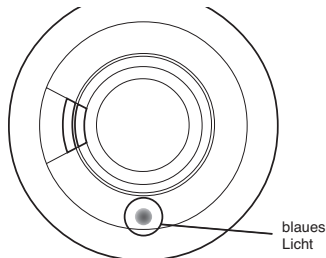

Abbildung 2b
7. Wenn der Hauscodierungs-Modus aktiv ist, blinkt die blaue LED (auf der Vorderseite des Warnmelders - siehe Abbildung 2b) alle 5 Sekunden einige Male auf, um Folgendes zu signalisieren: